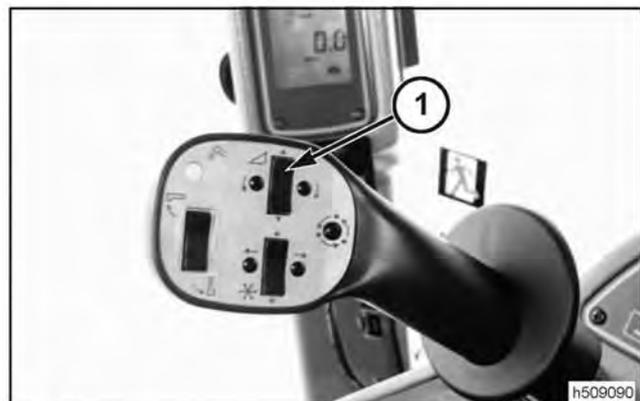

FIG. 80
FIG. 80: cuando se presiona el interruptor de control de altura de cabezal (1), éste se eleva o desciende. Al soltar el interruptor, el cabezal se detiene en la posición alcanzada. En el modo manual, ninguna señal del módulo de control automático de altura (AHHC) llegará a la válvula elector-hidráulica de mando.